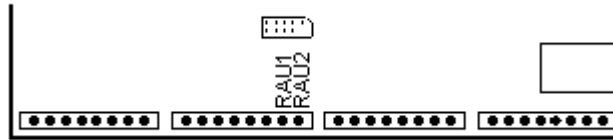

Figura 29
- 2 salidas auxiliares RAU1 y RAU2 (Figura 29)